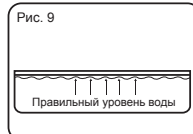

Рис. 9
- Наполните бассейн водой на 90% (См. Рис. 9). НЕ ПЕРЕПОЛНЯЙТЕ бассейн водой, потому что от этого он может разрушиться. Во время сильных дождей, возможно, понадобится отлить часть воды, чтобы сохранить нужный уровень воды в бассейне.